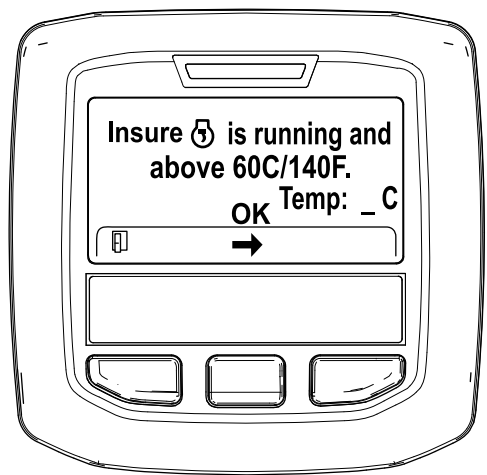

図 52
5. 冷却液の温度が 60°C (140°F) 未満の場合には、Insure is running and above 60C/140F” エンジン作動と冷却水を確認と表示される 図 52。